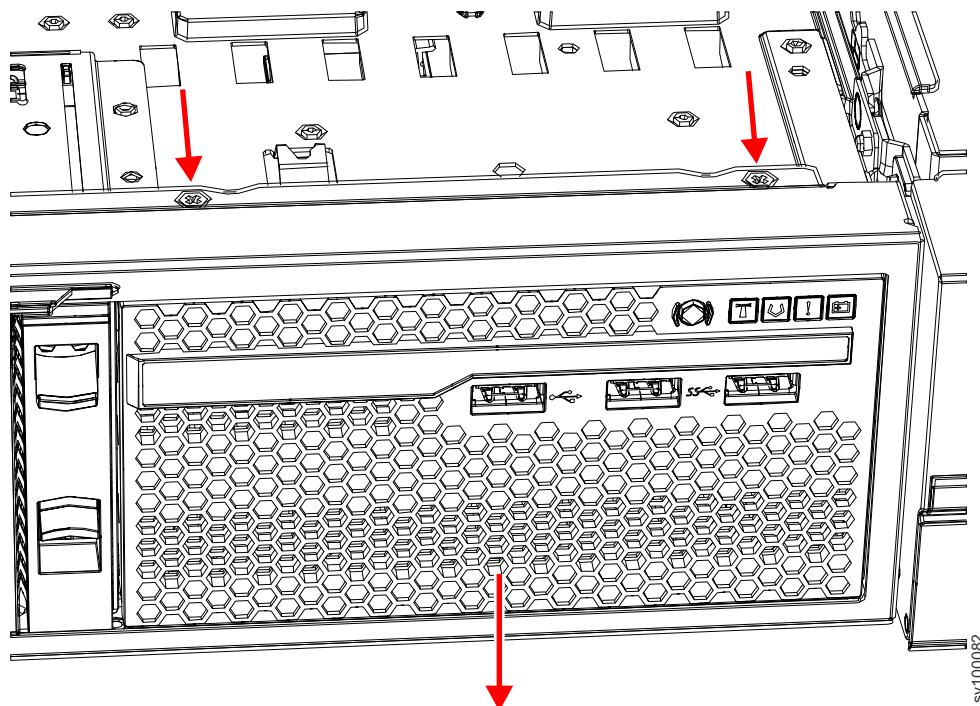

Figura 253. Removendo o conjunto de painéis de informações do operador do 2145-SV1
2. Remova os dois parafusos da parte superior do conjunto, conforme mostrado em Figura 253 na página 313.
3. Empurre o conjunto do painel de informações do operador na parte de trás na direção mostrada no Figura 253, até que ele se projete na parte da frente do nó.